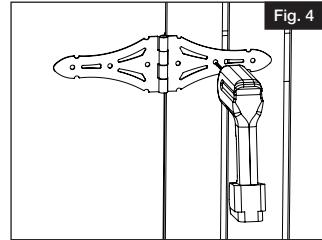

Fig. 4
- c. Drill 7/32" pilot hole in gate (Fig. 4).
- c. Percer un avant-trou de 7/32 po (5,6 mm) sur la barrière (Fig. 4).
- c. Taladre agujeros guía de 7/32" en el portón (Fig. 4).